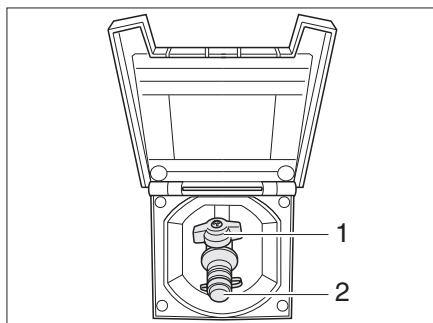

Bild 244 Extern gasanslutning, gasavstängningsventilen stängd
Den externa gasanslutningen (Bild 244) befinner sig på höger fordonssida. I undantagsfall befinner sig den externa gasanslutningen även på vänster fordonssida eller baktill.
- Anslut den externa gasapparaten till anslutningar (Bild 244,2).
- Öppna gasavstängningsventilen (Bild 244,1).